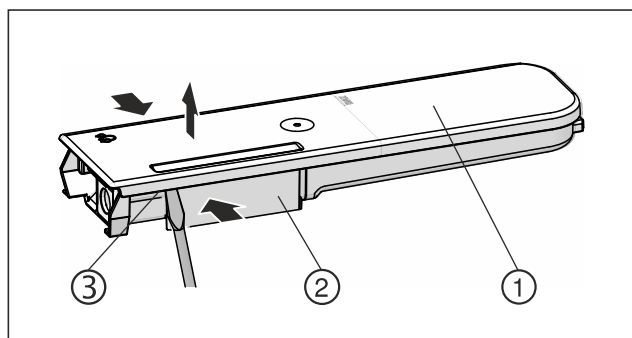

Fig. 149
- ▶ 挤压水容器 Fig. 149 (2)，然后小心地将盖子 Fig. 149 (1) 从锁定凸耳 Fig. 149 (3) 上撬起并向上拉。
- ▶ 略微来回移动盖子 Fig. 149 (1)，然后将其向上取下。